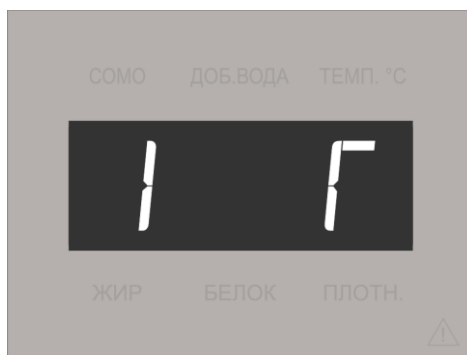

Рисунок 2.2
О включении измерительного блока анализатора свидетельствуют индикации в течение нескольких секунд заводского номера прибора, после этого анализатор автоматически переходит в режим «Готовности». В режиме готовности дисплей имеет следующий вид (рисунок 2.2):
После этого анализатор автоматически загружает последние сохраненные установки и переходит в режим готовности (рисунок 2.2).
2.5.2 После выхода прибора в режим готовности к измерениям (рисунок 2.2) нажатием кнопки «Номер градуировки» можно выбрать необходимый для измерений номер градуировки. (по умолчанию заводская градуировка № 1). Перед началом измерений если имеется необходимость подключения анализатора к компьютеру, термопринтеру или внешнему индикатору также требуется установить и настроить соответствующие программное обеспечение.